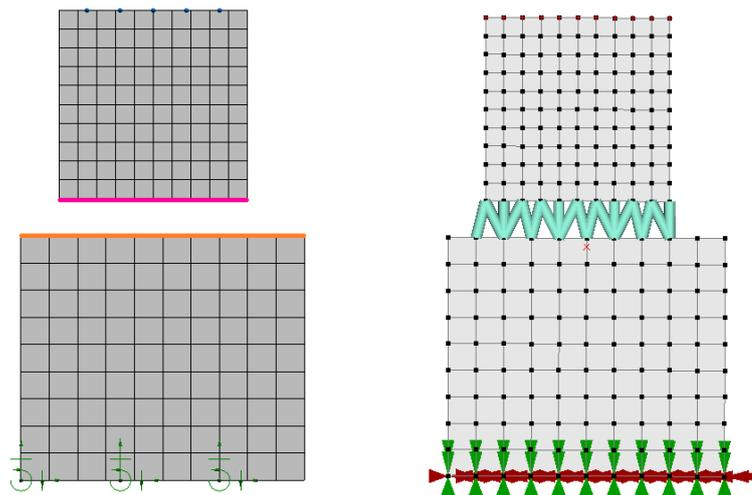

Рис. 3.27. Пример расчетной модели при использовании балочного контакта (исходная модель с наложенной сеткой слева, расчетная КЭ модель справа)
- **Балочный контакт** – каждый узел контактной зоны свяжется с узлами целевой зоны, находящимися на расстоянии не более параметра «Радиус поиска» через стержневой элемент (Рис. 3.27). Радиус сечения стержневого элемента задается параметром «Радиус сечения». Рекомендуется использовать этот тип контактной зоны, если другие типы использовать не представляется возможным. Например, когда детали находятся на существенном расстоянии друг от друга.